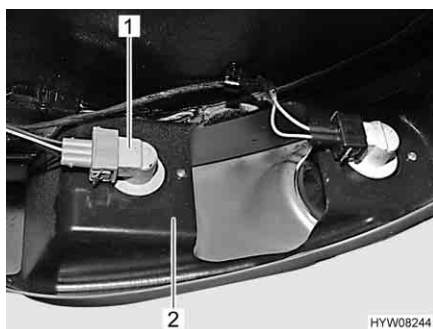

Fig. 100 Luce posteriore/luce freno
- Afferrare il portalamпада (Fig. 100,2) da dietro.
- Ruotare di un quarto di giro il supporto lampada (Fig. 100,1) con lampada ad incandescenza e rimuoverlo.